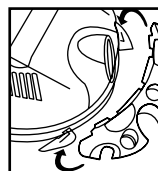

FIGURA 10
10. Con la parte posterior de la unidad mirando hacia usted, tome el porta-herramientas y colóquelo con las lengüetas mirando hacia la parte posterior de la unidad. **FIGURA 10**.